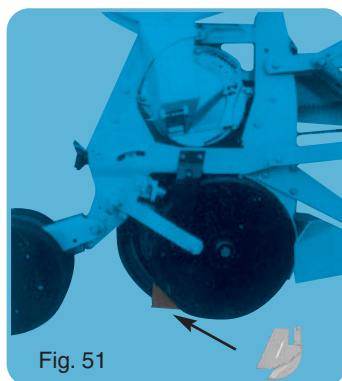

Fig. 51
- Soc étroit à placer entre les disques pour conserver le sillon ouvert plus longtemps en conditions sèches (fig. 51).
- Narrow shoe (fig. 51) to be placed between the double discs, thus keeping the seed furrow open longer in dry conditions.
- Smal kouter dat geplaatst moet worden tussen de schijven om de voor langer open te houden wanneer de ondergrond droog is. (afb. 51)